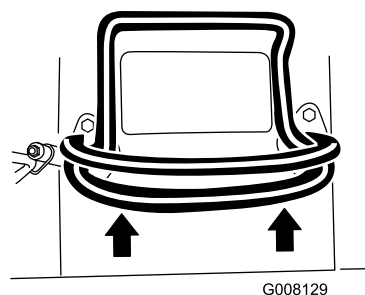
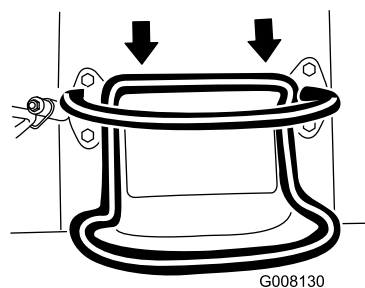

Рисунок 7
Рисунок 8
- Для того, чтобы начать движение вперед, переместите ручку управления тягой вперед (Рисунок 7).
- Для того, чтобы начать движение назад, переместите ручку управления тягой назад (Рисунок 8). **Начиная движение задним ходом, посмотрите назад и убедитесь в отсутствии препятствий, при этом держите обе руки на контрольной штанге (Рисунок 7).**